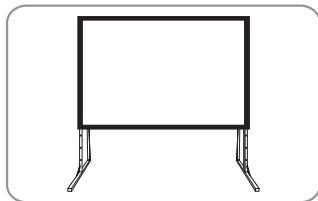

图 21
4. 将安装好银幕扶起，使整支银幕安全稳固的站立在平地上，此时银幕安装完成（如图 21）。